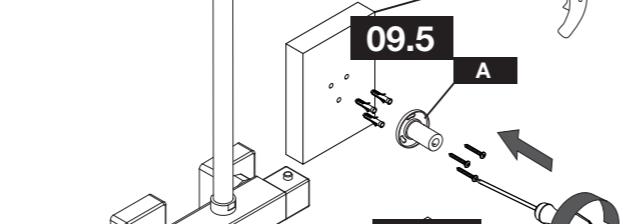

Fig. 11
- Abrir el paso del agua (G), girar la maneta de regulación de temperatura (H) con el pulsador de seguridad apretado (I), hasta el punto en que el termómetro marque constantemente 38° C (usar un termómetro médico normal) (Fig. 11).
- Turn on the faucet (G), then adjust the temperature handle (H) with the security button pressed (I) till the thermometer reads 38°C (use a medical conventional thermometer) (Fig. 11).
- Ouvrir le robinet (G), tourner le levier de commande thermostatique (H) avec le bouton de sécurité étanche (I), au point où le thermomètre indique en permanence à 38 °C (en utilisant une normale médicale thermomètre) (Fig. 11).